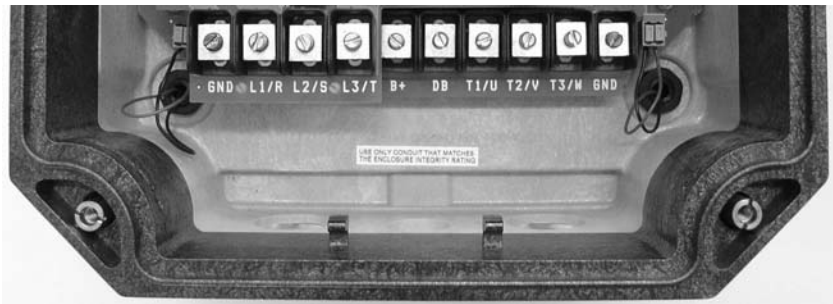

Abbildung 4.3: Leistungsklemmen Baugröße 2 und 3
- Ab Baugröße 2 erfolgt der Anschluss des Bremswiderstandes an 2 separaten Schraubklemmen (siehe Abbildung 4.3 auf Seite 25). Der interne Bremswiderstand ist an den Flachsteckern „J3/DB“ und „J4/B+“ angeschlossen, die sich rechts und links des Displays auf der Grundplatte befinden.